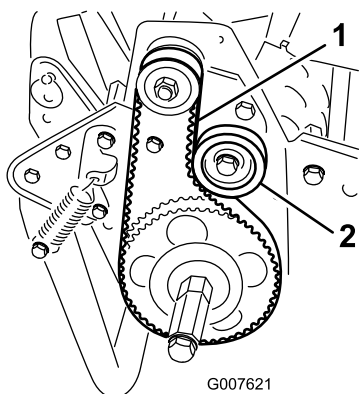

Figura 38
2. Controllate la tensione premendo la cinghia al centro tra le pulegge (Figura 38) con una forza di 18–22 N.
A. Allentate il dado di fissaggio della puleggia tendicinghia e ruotate la puleggia in senso orario verso il retro della cinghia, fino a ottenere la tensione desiderata (Figura 38).